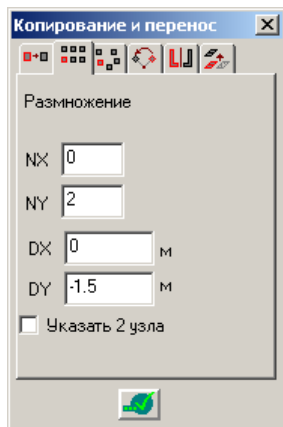

Рис.1.5.16. Окно диалога **Копирование и перенос** (закладка **Размножение**)
- щелкните на закладке  – **Размножение** (рис. 1.5.16);